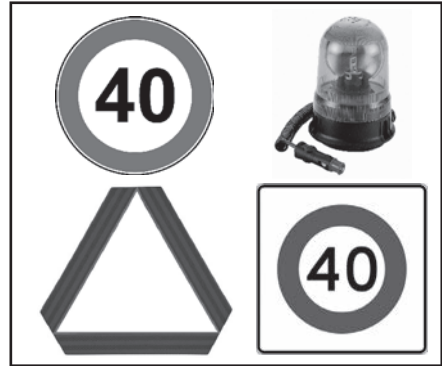

Abb. 2.22
- Sicherstellen, dass der Traktor und die eventuell vorhandenen Anbaugeräte mit den Hinweissymbolen für langsame Fahrzeuge oder mit einer Rundumleuchte ausgestattet sind, wenn dies vom Gesetz vorgeschrieben ist (Abb. 2.22).